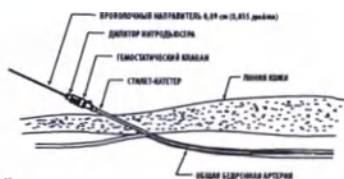

Рис. 10
- Поместите конический кончик дилатора интродьюсера над проволочным направляющим и продвиньте интродьюсер вращательными движениями в просвет артерии. (См. рис. 10.)